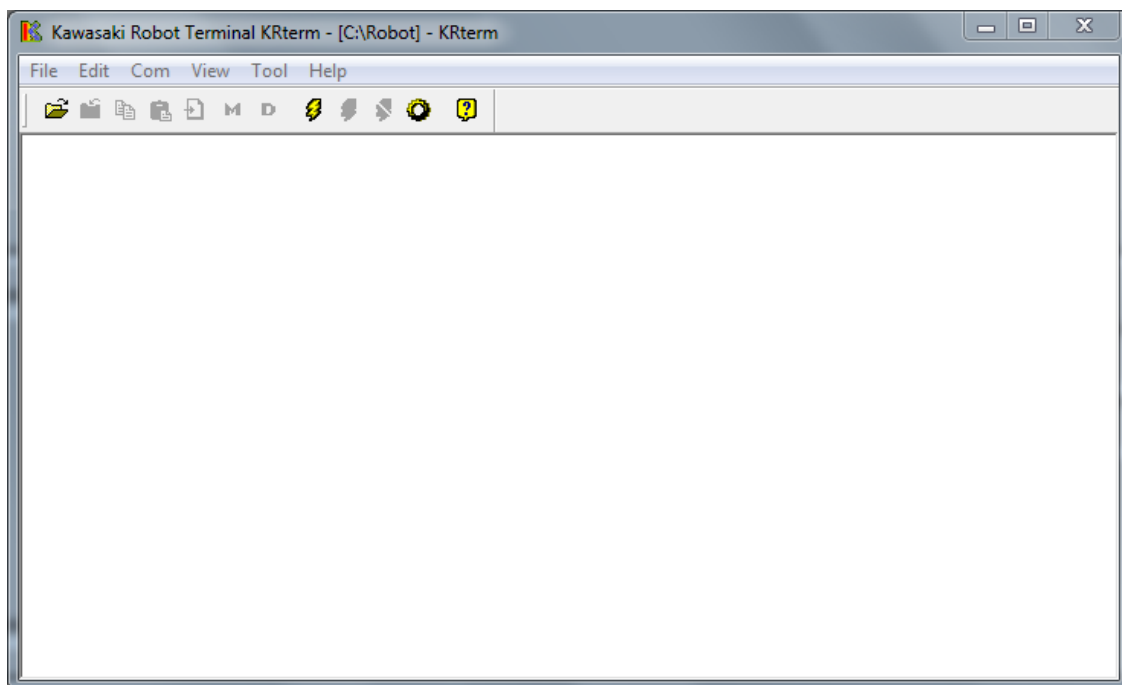

Figura 19: Schermata iniziale di KRterm
1. Aprire KRterm, si aprirà la schermata principale come in Figura 19;